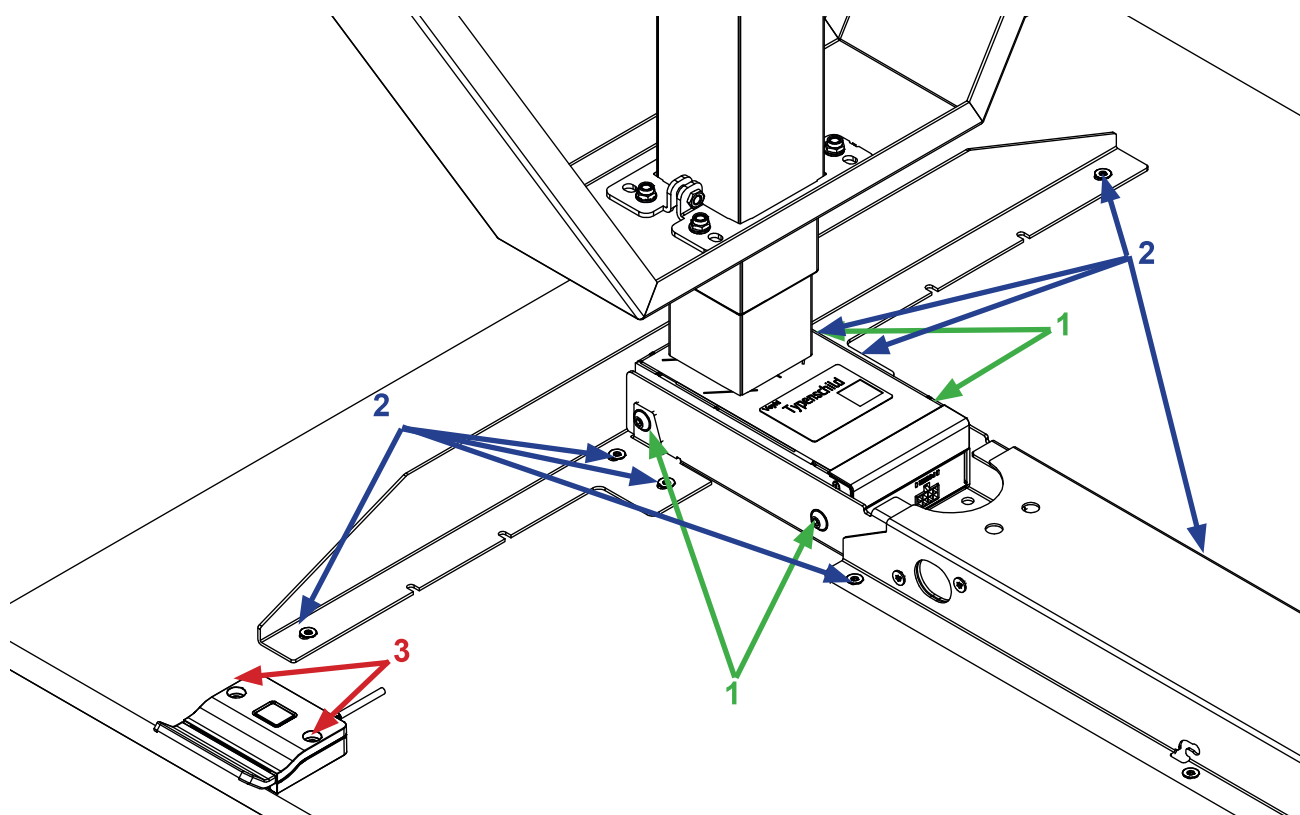

Abbildung 2: Detail - Verbindungen
2. Platzieren Sie den Plattenträger, die Hubsäule samt A-Fuß und die Traverse auf der Tischplatte. Orientieren Sie sich dabei an den vorhandenen Bohrungen und der Abbildung 2.
4. Befestigen Sie den Plattenträger, die Hubsäule und die Traverse mit den mitgelieferten M6x16-Schrauben aneinander. Sehen Sie Abbildung 2, Nummern 1.
7. Befestigen Sie das Gestell mit den mitgelieferten Schrauben an der Tischplatte. Verwenden Sie ausschließlich diese Schrauben, um Beschädigungen der Tischplatte zu vermeiden. Sehen Sie Abbildung 2, Nummern 2.
8. Befestigen Sie den Handschalter mit den mitgelieferten Schrauben an der Tischplatte. Verwenden Sie auch hier ausschließlich die angegebenen Schrauben, um Schäden am Handschalter oder der Tischplatte zu vermeiden. Sehen Sie Abbildung 2, Nummern 3.